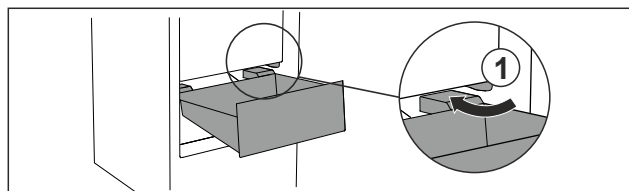

Fig. 31
- Lirka låda snett kring stoppklackarna Fig. 31 (1).